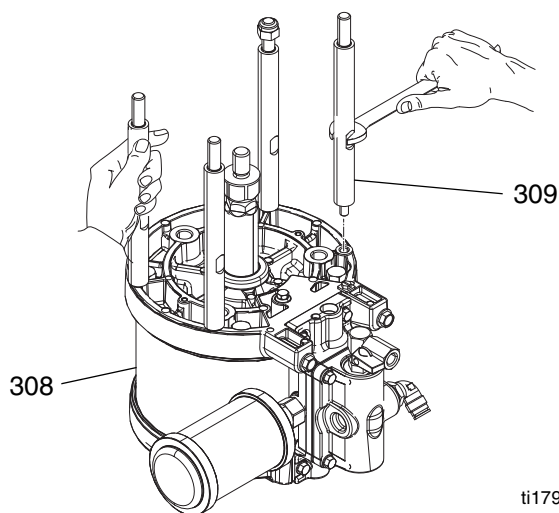

FIG. 3
2. Instale las varillas de conexión (309) en la parte interior del motor neumático (308). Consulte FIG. 3.